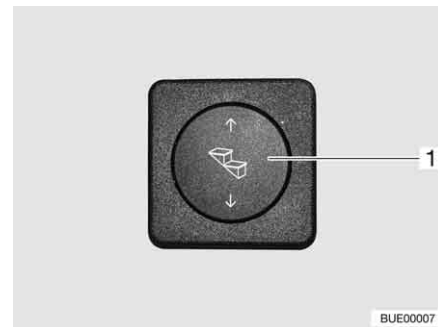

Bild 11 Bedientaster Eintrittstufe
- Wipptaster (Bild 11,1) unten drücken und gedrückt halten (mindestens 3 Sekunden), bis die Eintrittstufe vollständig ausgefahren ist.
- Wipptaster (Bild 11,1) oben drücken, bis die Eintrittstufe vollständig eingefahren ist.